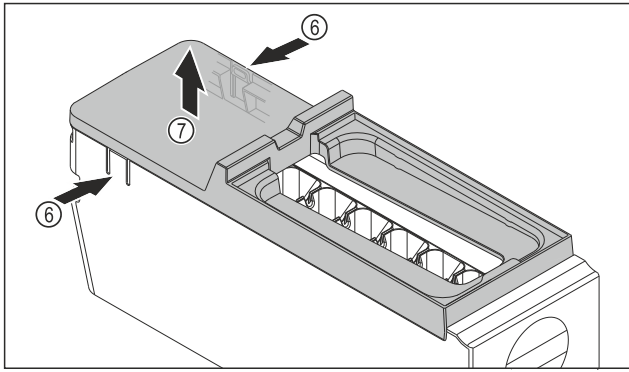

Fig. 78
- ▶ Abdeckung des EasyTwist-Ice-Korpus entnehmen: Laschen Fig. 78 (6) an den beiden Seiten des EasyTwist-Ice-Korpus mit einer Hand drücken.
- ▶ Abdeckung Fig. 78 (7) mit der anderen Hand nach oben entnehmen.